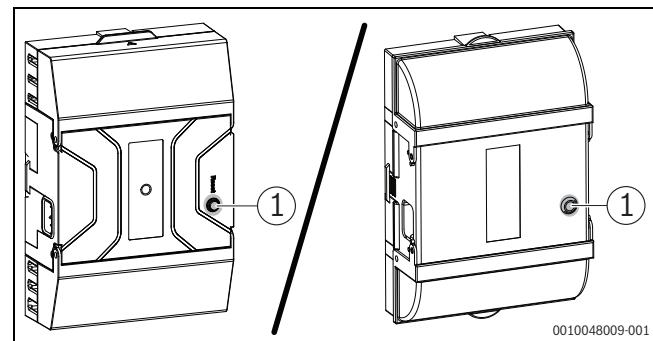

Bild 10 Störungen am Feuerungsautomat zurücksetzen
- Taste reset (→ Bild 10, [1])